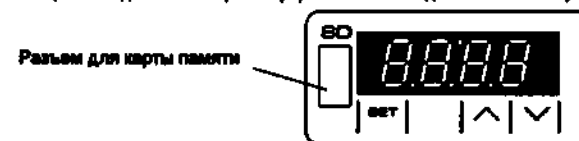

Рис. 2 Блок управления БУ-M01
7.2.1 Блок управления БУ-M01 обеспечивает: поддержание температурного режима в камере, индикацию температуры, включение звуковой сигнализации при выходе температуры в камеру за установленные пределы и отключении электропитания, автоматическое отключение вентилятора при открытой двери холодильника. Блок управления БУ-M01 комплектуется картой памяти объемом не менее 128 МБ (установлена в блок управления) для записи показаний в энергонезависимую память в формате ".txt" каждые 5 минут (данный интервал времени установлен на предприятии - изготовителе и может быть изменен потребителем от 1 раза в минуту до 1 раза в час) и аккумуляторными элементами питания, которые обеспечивают запись температурных параметров в отсутствие электропитания в течение 24 часов. В основном рабочем режиме, на дисплее отображается текущая температура в холодильной камере и символы (охлаждение, нагревание, вентиляция, °C). Одновременно с этим происходит сохранение информации во внутренней памяти блока управления о текущей температуре, с заданным интервалом времени. При переполнении внутренней памяти, происходит перезапись наиболее старых значений новыми. Датчик температуры размещается внутри камеры холодильника. Органы управления выведены на панель управления холодильника (рис.2):